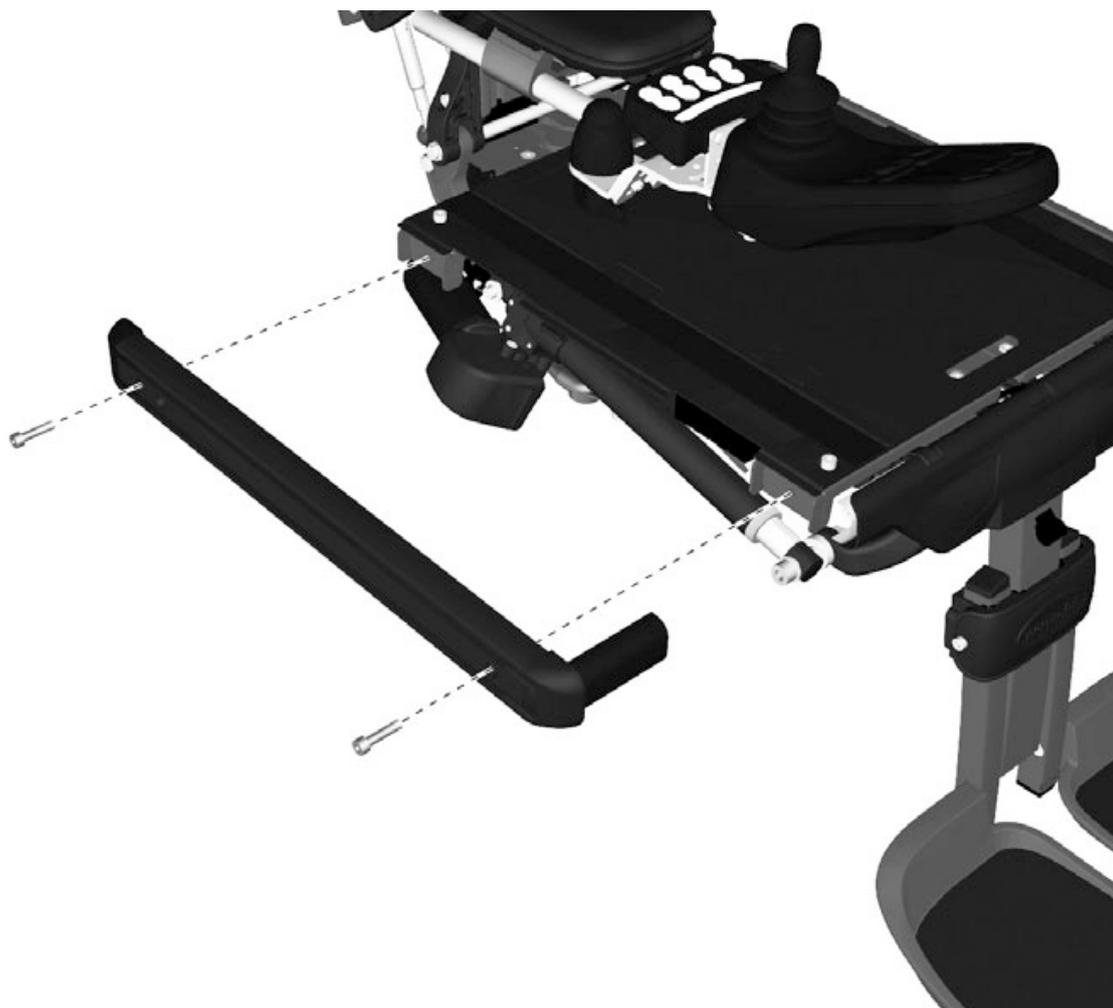

Abbildung 145. Die UniTrack-Schiene ist mit zwei Schrauben montiert.
1. Die vier Schrauben abmontieren, die die Schiene halten. Siehe Abbildung. 145.
1. UniTrack-Schiene mit zwei Schrauben montieren. Siehe Abbildung. 145. Schrauben mit Drehmomentschlüssel festziehen.